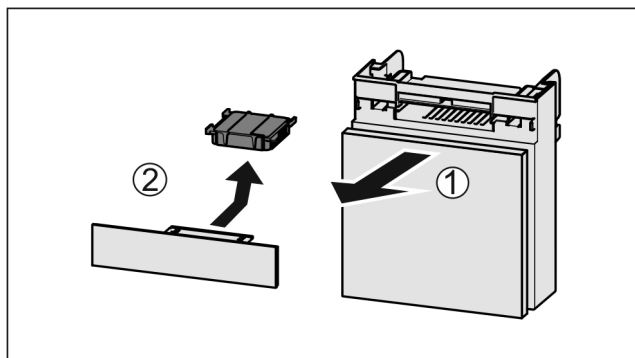

Fig. 236
- ▶ Pretinac izvucite Fig. 236 (1) prema naprijed.
- ▶ Izvadite filter s aktivnim ugljenom Fig. 236 (2).